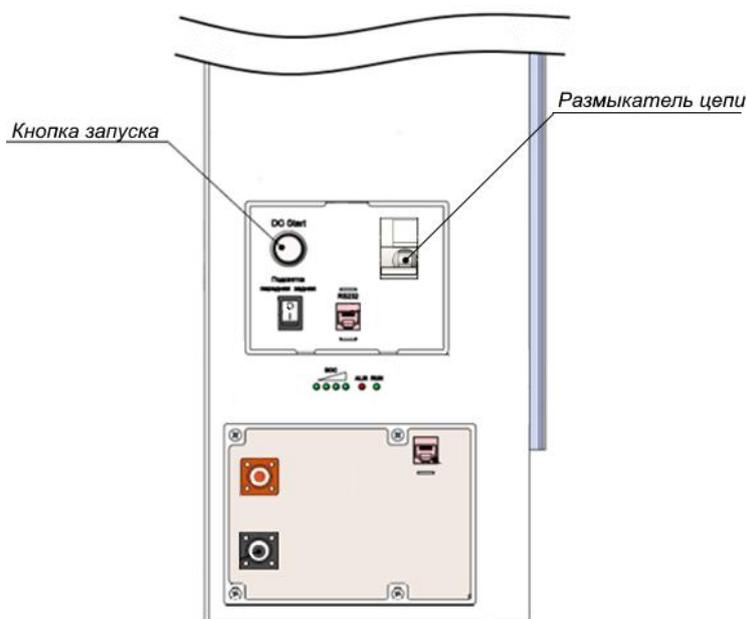

Рисунок 13. Включение/выключение устройства.
2. Переведите размыкатель цепи в положение ВКЛ (ON) для подачи питания на нагрузку, см. Рисунок 13.